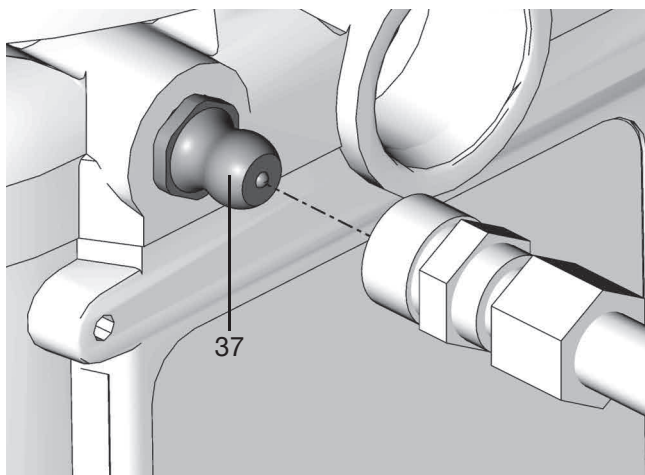

FIG. 7
1. Conecte la manguera de llenado al accesorio de entrada (37) (FIG. 7).
1. Conecte la manguera de llenado al racor de entrada (FIG. 7).